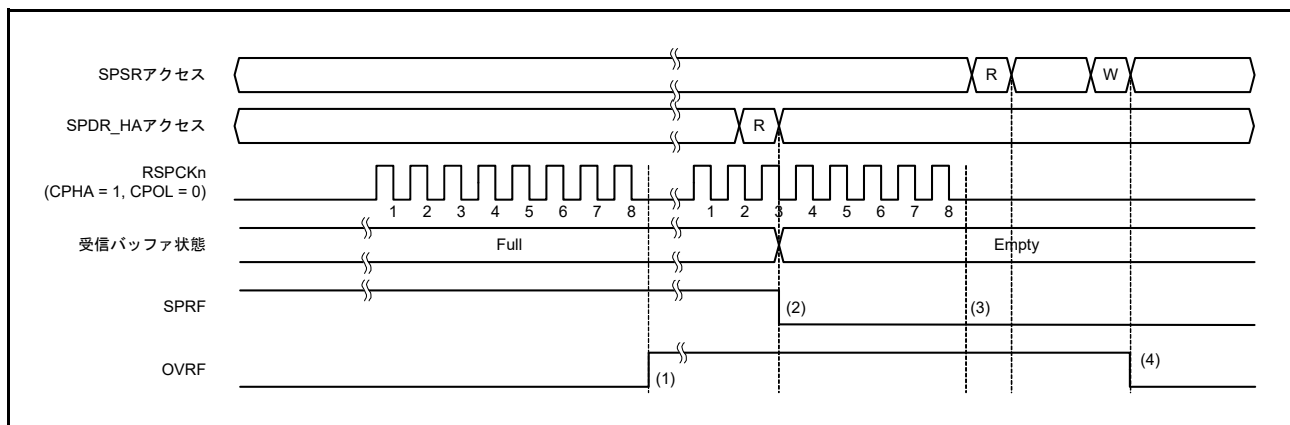

図 32.32 OVRF フラグおよび SPRF フラグの動作例
図 32.32 に、OVRF フラグと SPRF フラグの動作例を示します。図 32.32 に記載した SPSR アクセスと SPDR_HA アクセスは、それぞれ SPSR、SPDR_HA レジスタへのアクセス状況を示しています。“W” は書き込みサイクル、“R” は読み出しサイクルを示しています。図 32.32 では、SPCMDm.CPHA ビットが 1、SPCMDm.CPOL ビットが 0 の設定で、SPI が 8 ビットのシリアル転送を実行しています。RSPCKn 波形の下に記載した数字は、転送ビット数などの RSPCK サイクル数を示しています。
以下に、図 32.32 の (1) ~ (4) に示したタイミングでのフラグの動作内容を説明します。
- (1) SPRF フラグが 1 (受信バッファフル) の状態でシリアル転送が終了すると、SPI がオーバーランエラーを検出し、OVRF フラグを 1 にします。SPI はシフトレジスタのデータを受信バッファにコピーしません。また、SPPE ビットが 1 であってもパリティエラーの検出は行いません。SPI0 のマスタモードの場合、SPI は SPCMDm ポインタの値を SPSR.SPECM[2:0] ビットにコピーします。
- (2) SPDR/SPDR_HA レジスタを読み出すと、SPI は受信バッファのデータを出力します。その後、SPRF フラグが 0 になります。受信バッファが空になっても、OVRF フラグは 0 になりません。
- (3) OVRF フラグが 1 の状態 (オーバーランエラー) でシリアル転送が終了した場合には、SPI はシフトレジスタのデータを受信バッファにコピーしません (SPRF フラグは 1 になりません)。受信バッファフル割り込みも発生しません。また、SPPE ビットが 1 であってもパリティエラーの検出は行いません。SPI0 のマスタモードの場合、SPI は SPSR.SPECM[2:0] ビットを更新しません。オーバーランエラー発生状態で、SPI がシフトレジスタから受信バッファへ受信データをコピーしなかった場合でも、シリアル転送が終了すると SPI はシフトレジスタを空であると判定します。これにより、送信バッファからシフトレジスタへのデータ転送が可能な状態になります。
- (4) OVRF フラグが 1 の状態で SPSR レジスタを読んだ後、OVRF フラグに 0 を書くと、OVRF フラグは 0 になります。